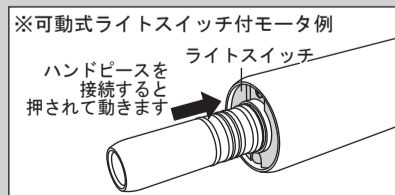
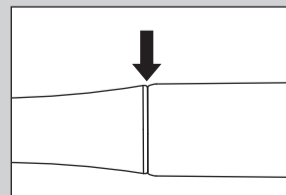

図2
図3
- ・本製品を可動式ライトスイッチ付モータ(図2参照)に接続すると、ごくまれに本製品がライトスイッチ部にかじり付き取り外せなくなることがあります。このようなモータに接続する際は、本製品の端面とモータの端面が合わさるところ(図3矢印)から必要以上に押し込まないでください。もし取り外せなくなった場合は販売店まで連絡してください。なお、このような症状は弊社の保証の対象外となりますので注意してください。